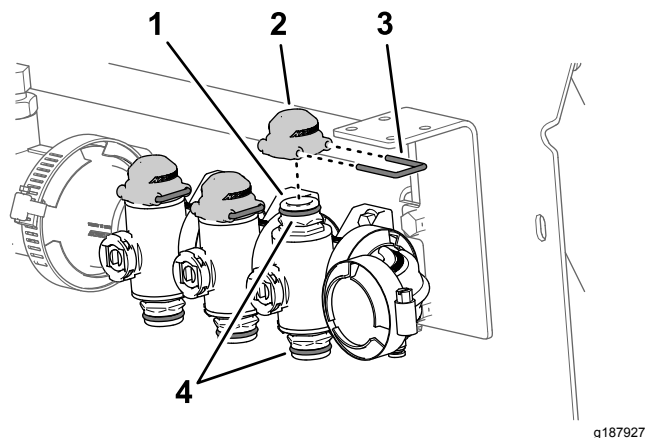

Figura 50
5. Lubrificate gli O-ring superiori e inferiori sull'accoppiatore rapido della valvola del collettore con grasso fornito con il tappo dell'accoppiatore rapido (Figura 50).
6. Montate i 3 tappi per gli accoppiatori rapidi sui 3 accoppiatori rapidi per le valvole del collettore (Figura 50).
7. Fissate i 3 tappi ai 3 accoppiatori rapidi con i 3 fermi (Figura 50).